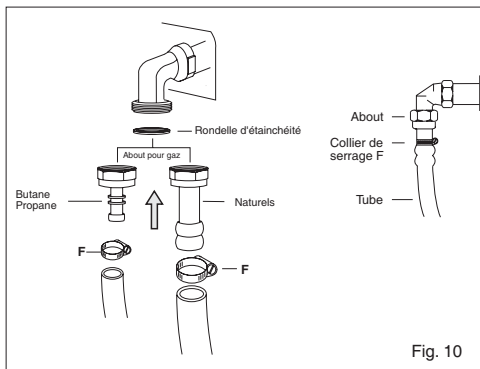

Fig. 10
Le tuyau doit être monté sur l'about (porte caoutchouc) avec un collier de serrage (F) pour éviter toute fuite de gaz et visitable sur toute sa longueur ( voir fig 10 ).